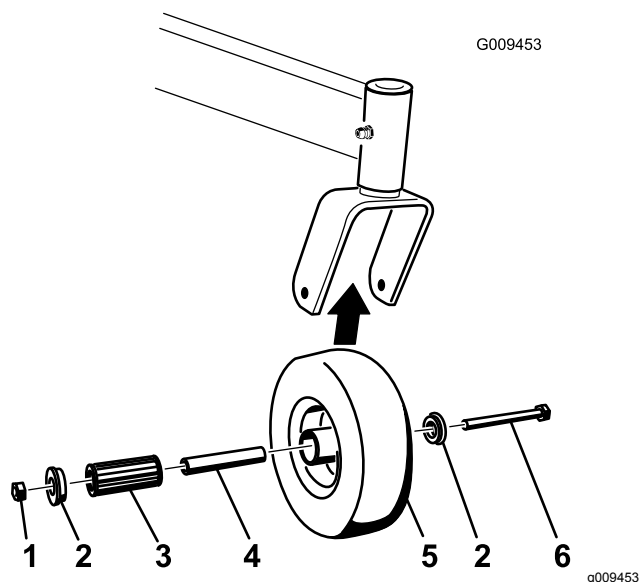

Figura 60
1. Retire la contratuerca y el perno que sujetan la rueda giratoria a la horquilla (Figura 60).
- Retire un solo casquillo y tire del casquillo intermedio y del cojinete de rodillos para sacarlos del cubo de la rueda (Figura 60).
- Retire el otro casquillo del cubo de la rueda y limpie la grasa y la suciedad del cubo de la rueda (Figura 60).
Nota: Repare o cambie cualquier pieza dañada o desgastada (Figura 60).
- Coloque un casquillo en el cubo de la rueda (Figura 60).
- Engrase el cojinete de rodillos y el casquillo intermedio y deslícelos en el cubo de la rueda (Figura 60).
- Coloque el segundo casquillo en el cubo de la rueda (Figura 60).
- Instale la rueda giratoria en la horquilla y fíjela con el perno y la contratuerca (Figura 60).
- Apriete la contratuerca hasta que el casquillo intermedio se apoye contra el interior de las horquillas de las ruedas giratorias (Figura 60).